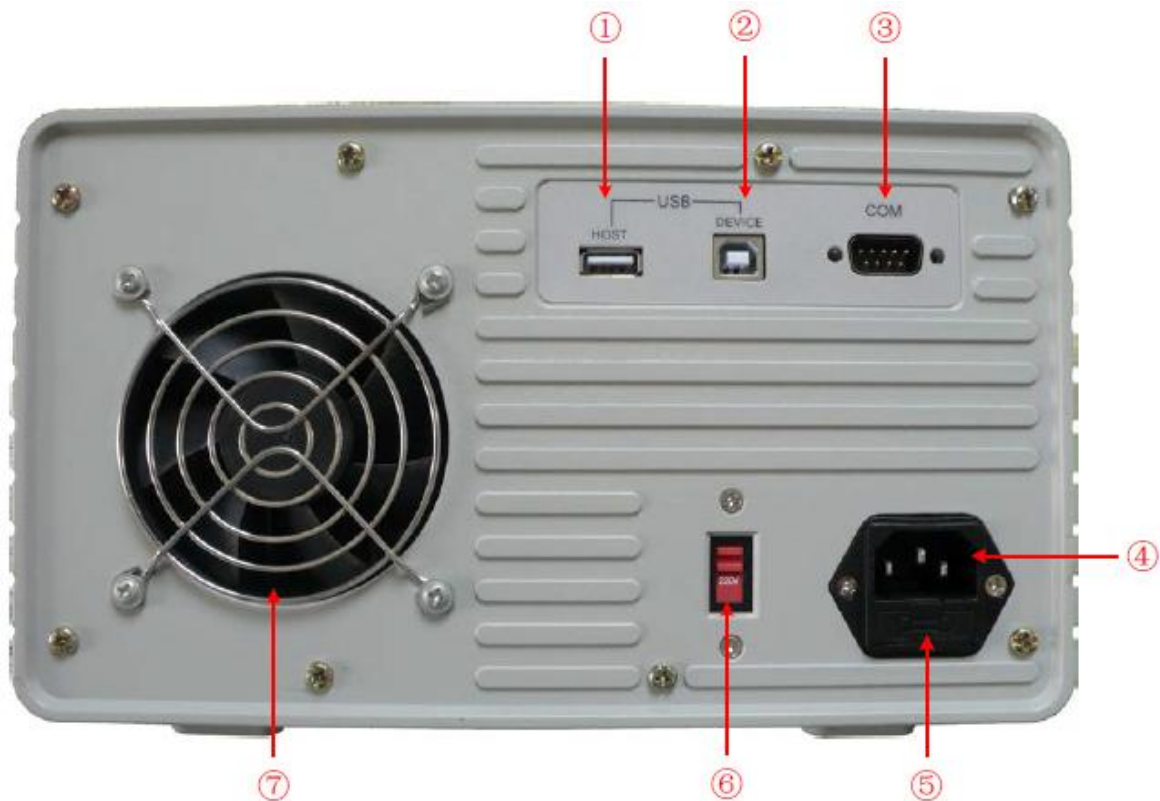

Figure 0-2 Aperçu panneau arrière
L'alimentation ODP 3031 adopte une source d'alimentation AC 110V/220V. Les utilisateurs peuvent régler l'échelle de voltage de l'**Interrupteur d'alimentation** selon les standards de votre pays (voir *Figure 0-2*) sur le panneau arrière et utiliser un fusible adapté.
- (1) Couper le bouton d'alimentation sur le panneau arrière et enlever le câble d'alimentation.
- (2) Vérifier si le fusible installé avant de quitter l'usine (250 V, F3 A) peut correspondre à l'échelle de voltage sélectionnée; sinon, ouvrir le couvercle en utilisant un tournevis plat (voir ⑤ dans la *Figure 0-2*), changer le fusible.
- (3) Régler l'**Interrupteur d'alimentation** à l'échelle de voltage souhaité.